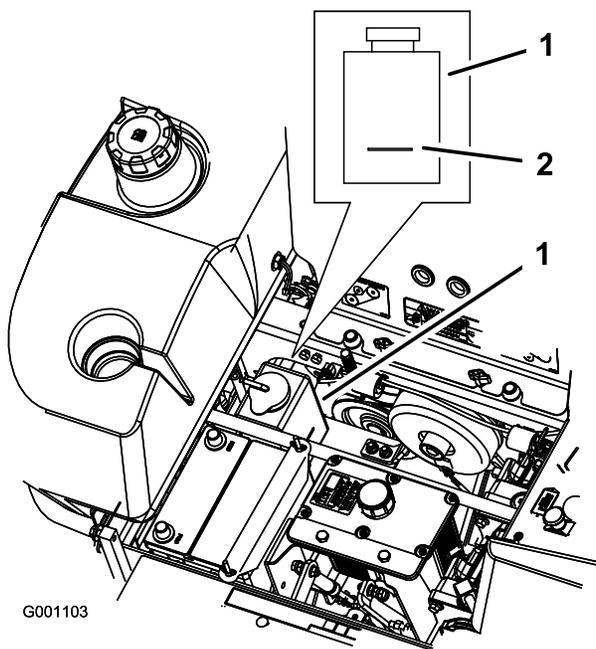

Figura 78
3. Con el motor frío, compruebe el nivel del depósito de expansión. El nivel de líquido debe llegar a la línea en relieve en el exterior del depósito de expansión (Figura 78).
4. Si el nivel de refrigerante es bajo, añada una mezcla al 50% de anticongelante de larga vida/Dex-Cool® y agua al depósito de expansión (Figura 78).
5. Añada la mezcla al 50% de refrigerante al depósito de expansión y llénelo hasta la línea marcada en el depósito (Figura 78).